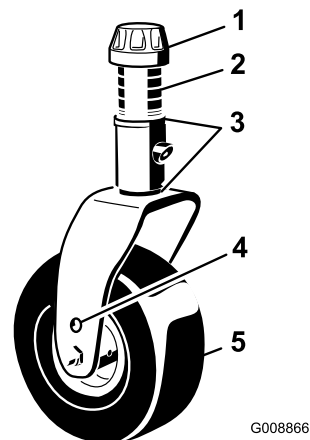

Figure 80
- Enlevez le chapeau de tension de l'axe de pivot et sortez l'axe du bras pivotant (Figure 80).